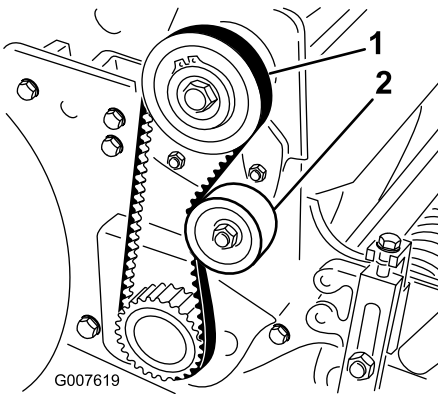

Bild 36
2. Überprüfen Sie die Spannung. Bringen Sie hierfür eine Kraft von 18-22 N in der Mitte des Riemen zwischen den Riemenscheiben auf (Bild 36). Der Riemen muss sich 6 mm durchbiegen lassen.
- A. Lösen Sie die Befestigungsmutter der Spannscheibe und drehen Sie die Spannscheibe nach rechts gegen die Rückseite des Riemen, bis Sie die gewünschte Riemen Spannung erzielt haben (Bild 36).